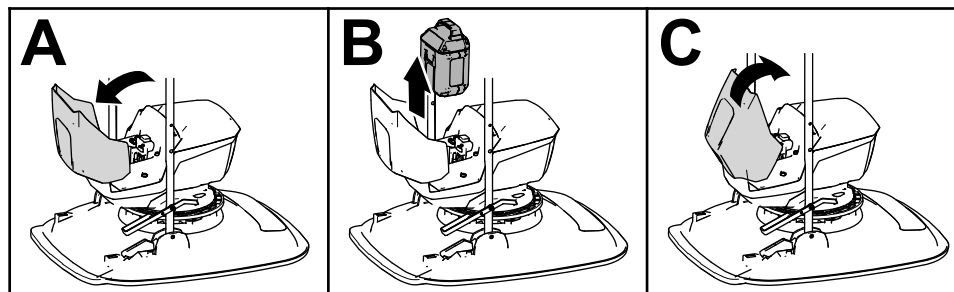

Figure 18
2. Ouvrez le couvercle du compartiment de la batterie (Figure 18).